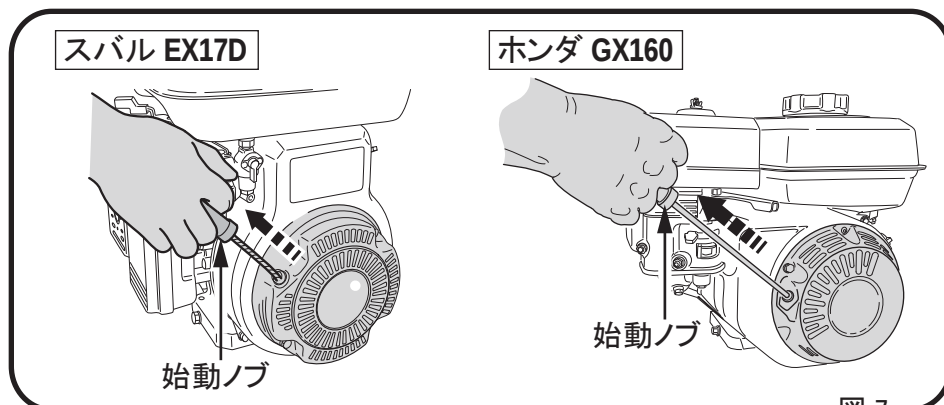

図 7
- 6 始動ノブをゆっくり引いていくと重くなる所(圧縮点)があります。更に少し引くと一度軽くなる所があり、そこから始動ノブを一旦元に戻し、勢い良く引張ります。ロープは一杯に引き切らないでください。引いた始動ノブは、その位置から手離さずに静かに元に戻してください。(図7)